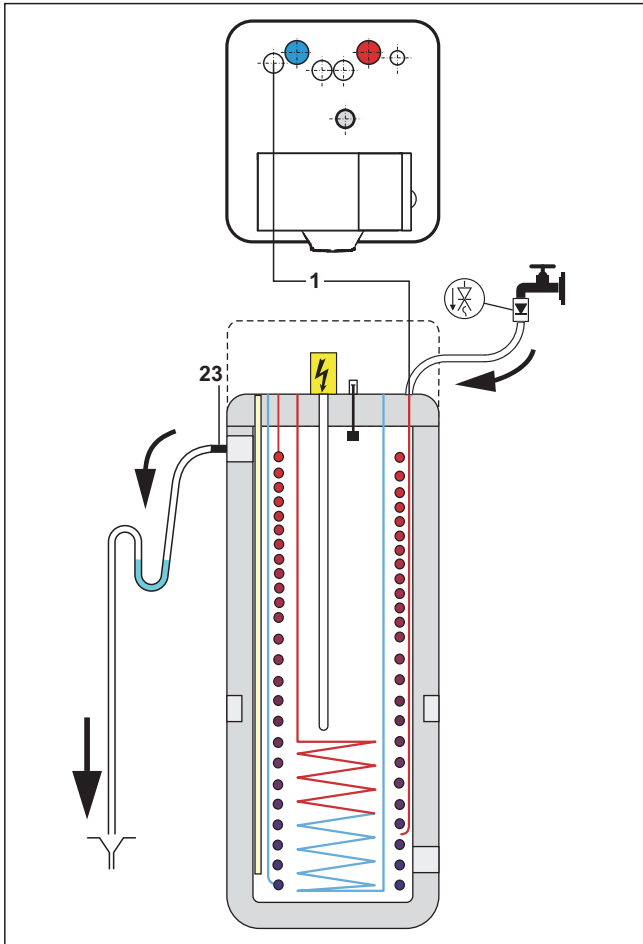

Fig. 8-1 Remplissage du réservoir d'accumulateur - sans système solaire
- 1 Raccorder le **flexible de remplissage** avec clapet anti-retour (1") sur le raccord «  **Départ - système solaire** » (voir fig. 8-1, pos. 1).
- 2 Remplir le réservoir d'accumulateur de la DAIKIN EKHHP jusqu'à ce que l'eau sorte au niveau du **raccord** (fig. 8-1, pos. 23) qui a été raccordé pour servir de **trop-plein de sécurité**.
- 3 Remplir le réservoir d'accumulateur de la DAIKIN EKHHP jusqu'à ce que l'eau sorte au niveau du **raccord** (fig. 8-1, pos. 23) qui a été raccordé pour servir de **trop-plein de sécurité**.